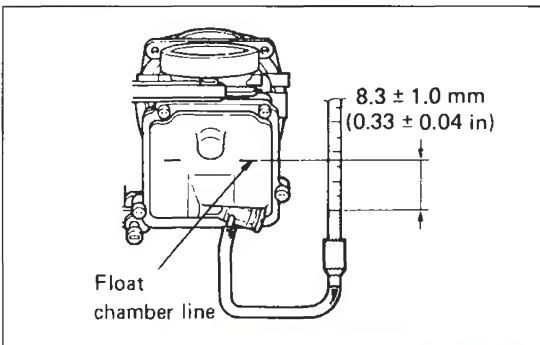

Bild 69
- Transparenten Schlauch (6 mm Innendurchmesser) an Schwimmerkammerablass anschliessen und wie in Bild 69 gezeigt verlegen.
-  Kraftstoffpegel muss $8,3 \pm 1,0$ mm unter Schwimmerkammerlinie liegen (Bild 69).